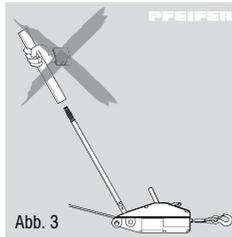

Abb. 3
- Eine Hebelverlängerung ist nicht statthaft (Abb. 3). Es dürfen nur Original-Standardhebel verwendet werden.